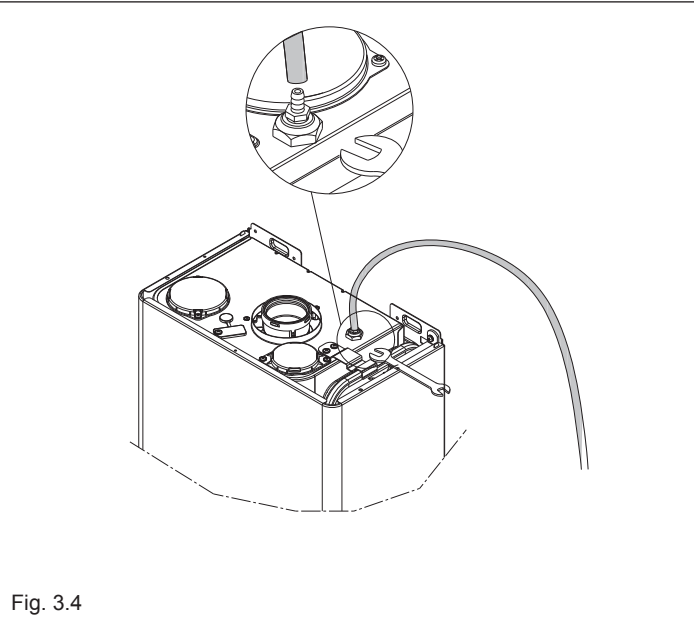

Fig. 3.4
1. Con una chiave CH11 aprire la valvola di sfogo aria manuale posizionata sopra la cassa aria (fig. 3.4). È necessario collegare alla valvola il tubetto a corredo caldaia per poter scaricare l'acqua in un recipiente esterno.